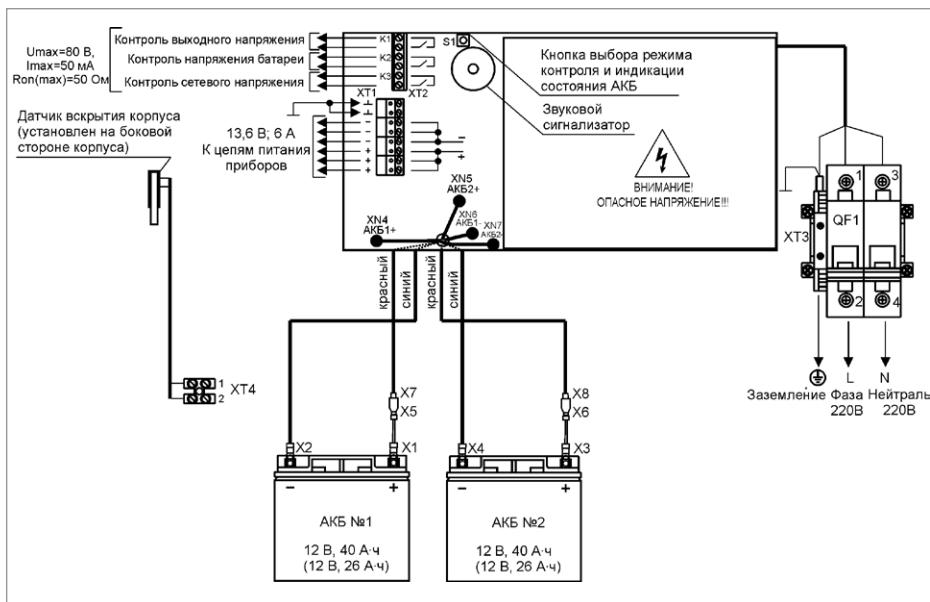

Рисунок 3. Схема подключения РИП-12 исп.06 (РИП-12-6/80М3-Р)
1.4. Схема подключения приведена на рис. 3.
1.11. Проверьте правильность произведённого монтажа в соответствии со схемой подключения (рис. 3).
2.11. Отключите обе АКБ от платы РИП, отсоединив контакты X1, X2, X3, X4 от клемм АКБ (см. рис. 3).